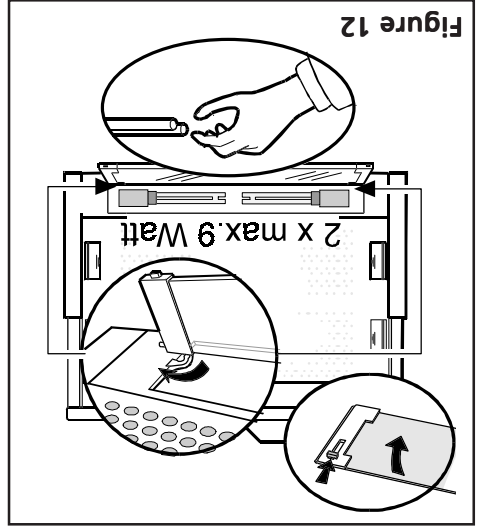

Figure 12
- Retirer le plafonnier **Q**, en appuyant simultanément sur les deux poussoirs de déblocage **R** (Figure 12). Pour des raisons de sécurité, il est opportun de sortir le plafonnier à travers les guides de suspension **G**.